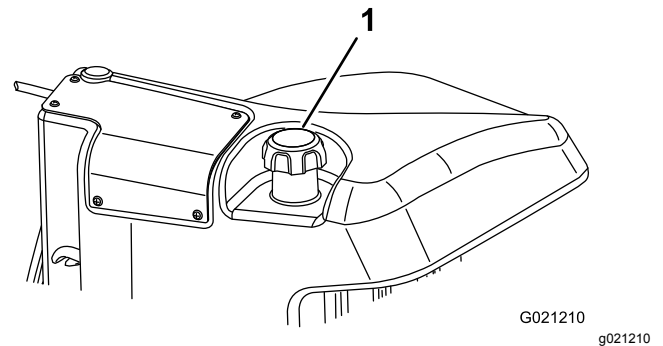

Figure 27
3. Retirez le bouchon du réservoir de carburant (Figure 27).